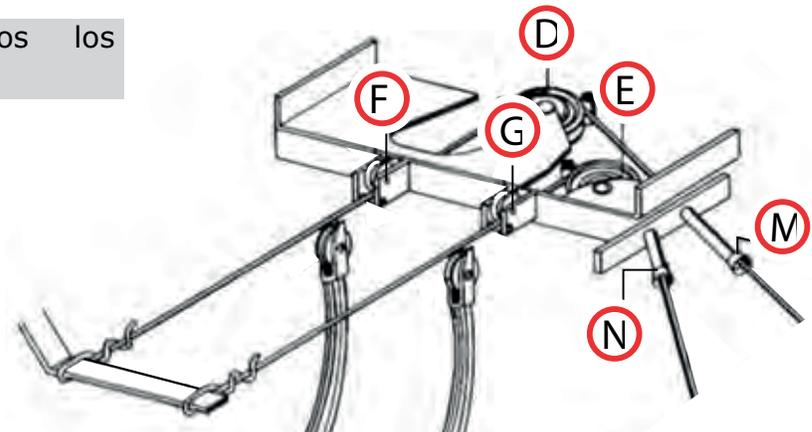

Fig.8
- b) ANUDADOR DE ALAMBRE (Fig. 8). Las poleas (D), (E), (F) y (G) están dañadas o bloqueadas, los bujes (M) y (N) están gastados.